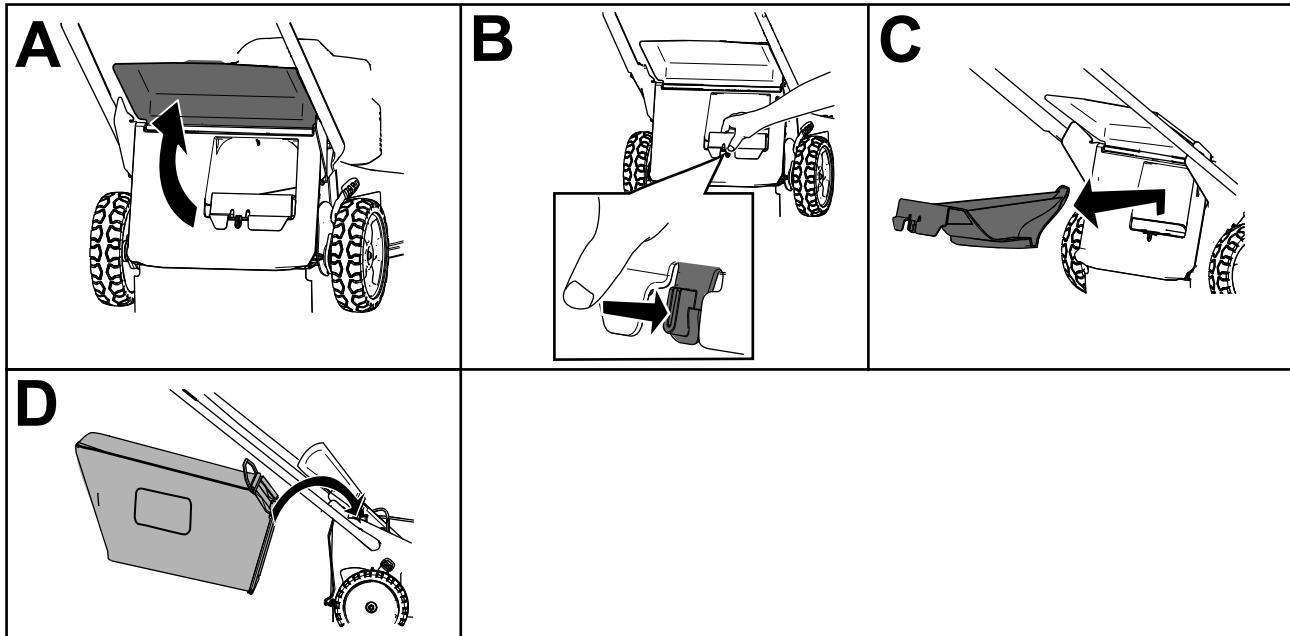

Bild 16
2. Heben Sie das hintere Ablenkblech an und halten Sie es hoch (A in Bild 16).
3. Drücken Sie zum Entfernen der Heckauswurfklappe mit dem Daumen auf den Riegel und ziehen die Klappe aus der Maschine (B und C in Bild 16).
4. Setzen Sie die Enden der Fangkorbstange in die Kerben an der Unterseite des Holms ein und bewegen den Fangkorb nach vorne und hinten, um sicherzustellen, dass die Enden der Stange richtig in den Kerben sitzen (D in Bild 16).
3. Nehmen Sie die Fangkorbstange am Fangkorb aus den Kerben an der Unterseite des Griffes (A von Bild 16).
4. Setzen Sie die Heckauswurfklappe ein (B in Bild 16).
5. Senken Sie das hintere Ablenklech ab (C in Bild 16).